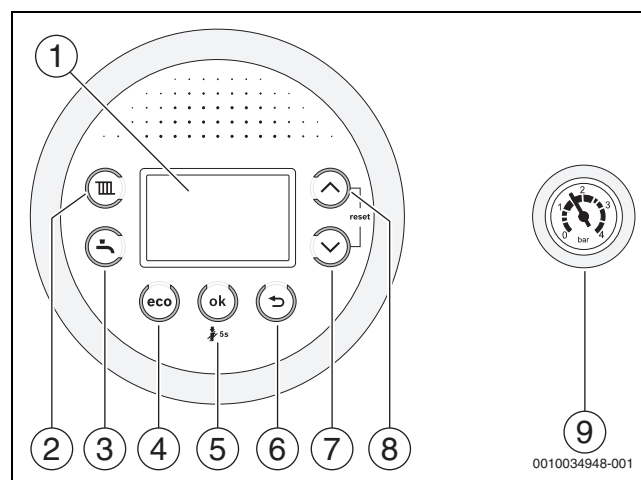

Fig. 1 Aperçu du tableau de commande
- Désactiver l'appareil avec la touche  (→ fig. 1).